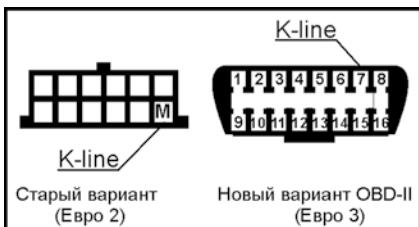
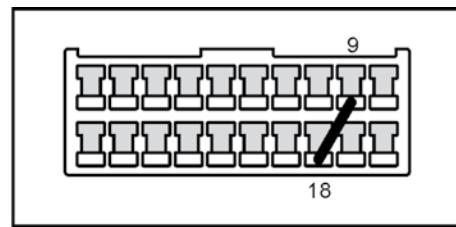

Рисунок 29. Цоколёвка
Рисунок 30. Установка перемычки на
ПО-4 подключается к диагностической колодке автомобиля, расположенной под рулевой колонкой (LADA 2110, CHEVI-NIVA), под журнальной полкой (LADA 2107, 2108, 2121), под заглушкой перед рычагом КПП (LADA 2115, 1118), за облицовкой арки левого колеса (VIS 2345). Ранее устанавливалась диагностическая колодка старого варианта (Евро 2), теперь используется стандартная колодка OBD-II (Евро 3) (рисунок 29). При отсутствии в автомобиле иммобилизатора установите перемычку между контактами 9 и 18 в разъёме иммобилизатора (рисунок 30).
6.2.2 Круглый штекер кабеля диагностики вставьте в гнездо K-line программатора. Если на автомобиле установлена диагностическая колодка старого образца, вставьте в её гнездо M (K-line) плоский штекер кабеля диагностики. Если на автомобиле установлена диагностическая колодка стандарта OBD-II, на плоский штекер кабеля диагностики наденьте переходник K-line для OBD-II из комплекта программатора, а штекер этого переходника вставьте в гнездо 7 диагностической колодки (рисунок 29).